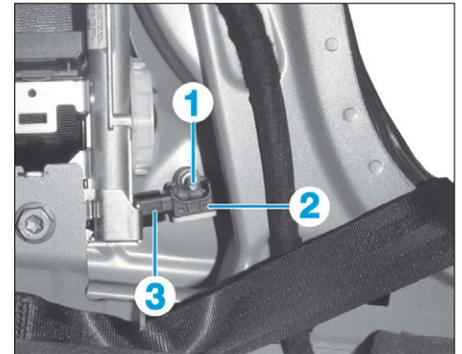

FIG. 12
- la vis (1) (Fig.12).
- Ecarter le capteur (2).
- Débrancher le connecteur (3) et déposer le capteur de collision latéral.